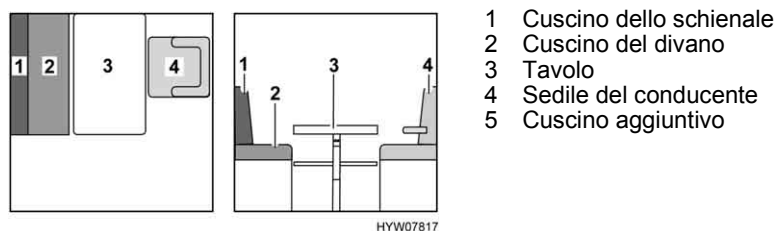

Fig. 105 Prima della trasformazione
- Ruotare il sedile del conducente (Fig. 105,4) e spostarlo completamente in avanti.
- Trasformare il tavolo (Fig. 105,3) in struttura di supporto letto (vedi paragrafo 6.8).